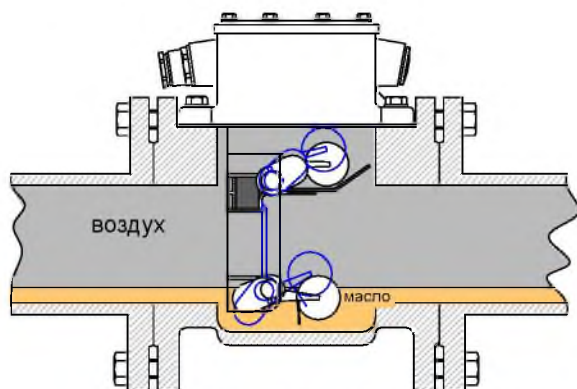

Рис. 3.2. - Утечка изоляционной жидкости
3.2. Утечка изоляционной жидкости (рисунок 3.2.)